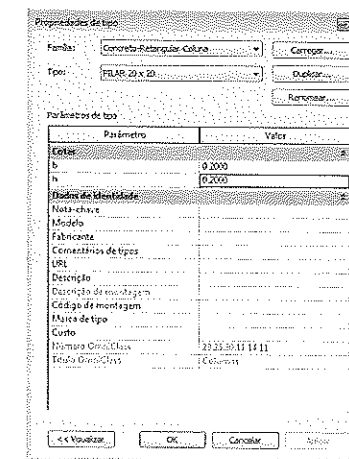

Figura 10.19 – Propriedades do tipo do pilar de 20 x 20.
3. Na janela seguinte, note que ele já foi criado, mas está com as propriedades do anterior. Altere as medidas **b** e **h** conforme a Figura 10.19.